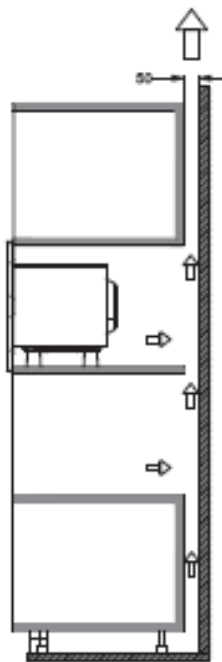

Fig.4
d) Utilisez les vis fournies dans l’emballage pour fixer le four à micro-ondes dans le meuble. (Fig.4)